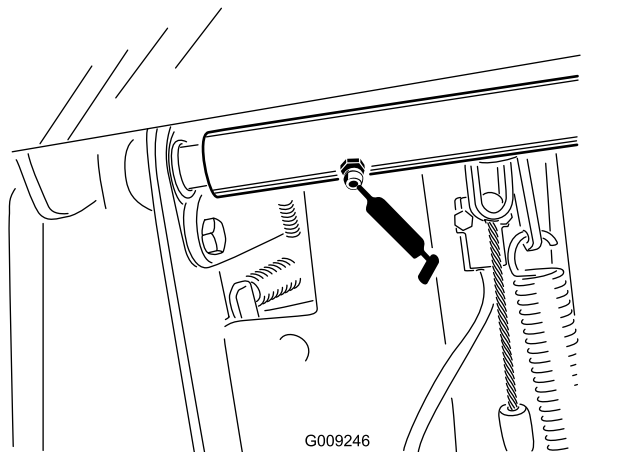

Рисунок 56
- Подшипники поворотного шкворня педали тормоза (2 шт.) (Рисунок 56)